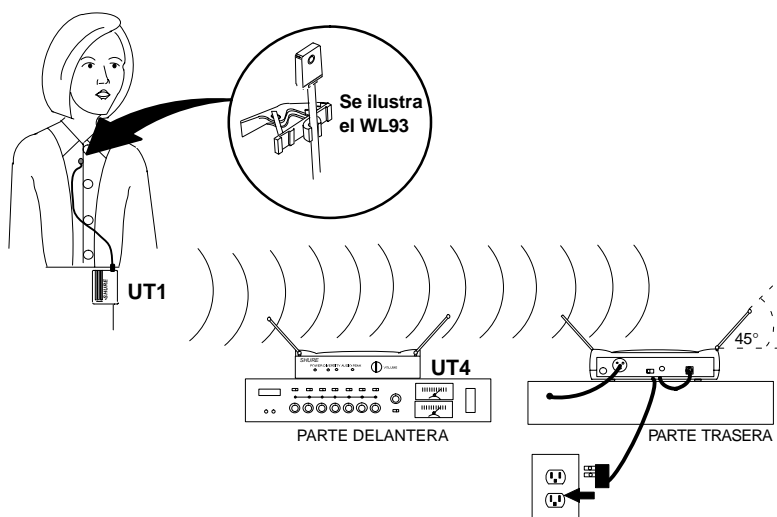

FIGURA 9
1. Consulte la Figura 9. Conecte el adaptador de CA incluido al enchufe DC INPUT en la parte trasera del receptor. Inserte el cable del adaptador en el retén de cable. Enchufe el adaptador a un tomacorriente o a otra fuente de alimentación CA (use el adaptador PS20 para 120 VCA, 60 Hz y el PS20E para 230 VCA, 50 Hz). La luz verde POWER del receptor se iluminará.
3. Presione el micrófono de corbata WL93, WL184 ó WL185 en la presilla de montaje y sujétela a su vestimenta. No cubra el micrófono con la ropa y manténgalo aproximadamente de 20 a 30 cm (8 a 12 pulg) por debajo de la barbilla. Vea la Figura 9.